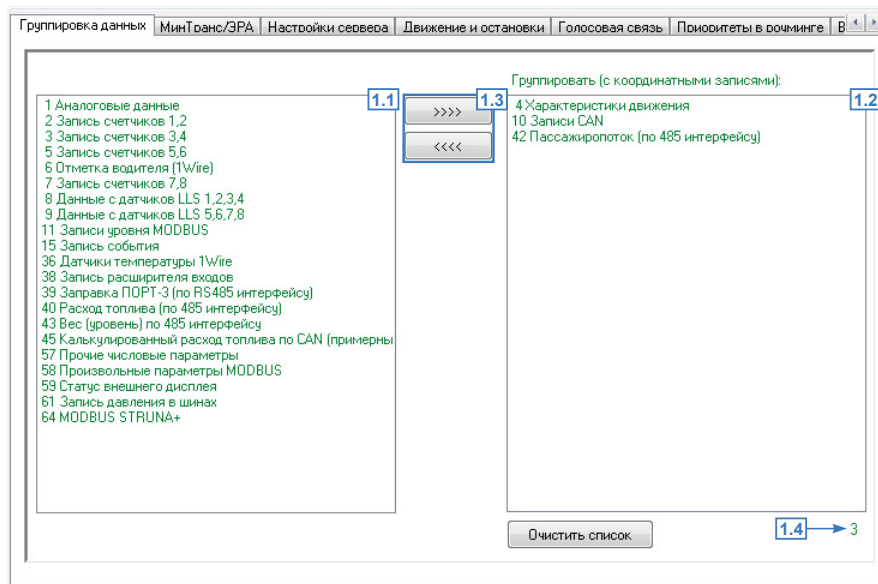

Рис.17. Группировка данных.
- выбрать параметры в списке слева (Рис.17, п.1.1);
- переместить выбранный параметр в список «Группировать» (Рис.17, п.1.2), используя кнопку «>>>>» (Рис.17, п.1.3) или перетаскив при помощи левой кнопки мыши;
Для удаления параметра из группы необходимо выбрать этот параметр и нажать кнопку «<<<<<<» (Рис.17, п.1.3). Кнопка «Очистить список» позволяет удалить все параметры из группы. Количество параметров в группе отображается под списком группируемых параметров (Рис.17, п.1.4)